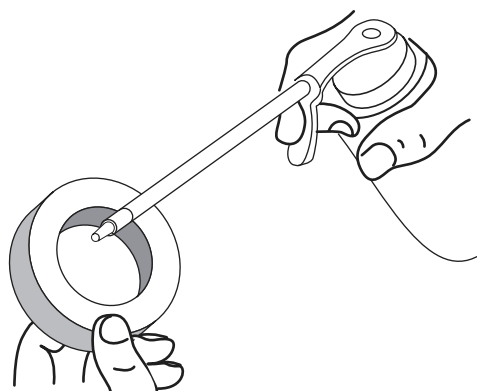

Fig. 26
4. Aplique suficiente aceite SAE 30 limpio como para recubrir ligeramente el filtro (Fig. 26).